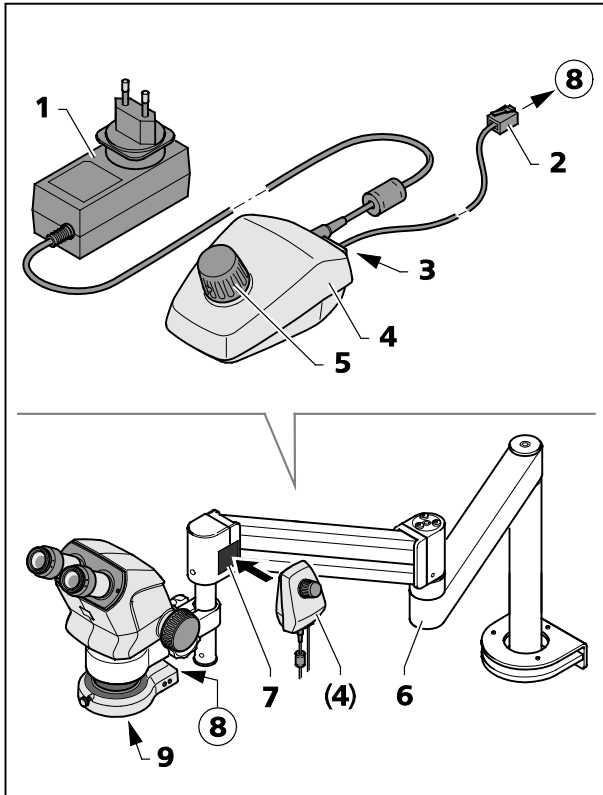

Fig. 18 Controllore K LED
Il controllore K (Fig. 18/4) serve al comando della lampada anulare nel caso di applicazioni con gli stativi a sbalzo B o U, o altri stativi.
- Avvitare il sistema addizionale (Fig. 18/7) al corpo di microscopio.
- Fissare la piastra magnetica (Fig. 18/7), con il lato adesivo, sullo stativo a braccio girevole.
- Inserire il cavo di allacciamento consegnato (lungo 1 m) (Fig. 18/2) nella presa (Fig. 18/8), disposta sulla lampada anulare, e nella presa (Fig. 18/3) situata sul lato posteriore del controllore K.
- Attaccare il controllore K (Fig. 18/4) alla piastra magnetica (Fig. 18/7).
- Connettere il controllore K alla rete elettrica, tramite l'alimentatore (Fig. 18/1).
- Orientare lo stativo a braccio girevole (Fig. 18/6) di modo che risulti una postura di lavoro ergonomica.
- Accendere la lampada anulare premendo la manopola (Fig. 18/5), disposta sul controllore K, e regolare l'intensità luminosa girando la manopola.